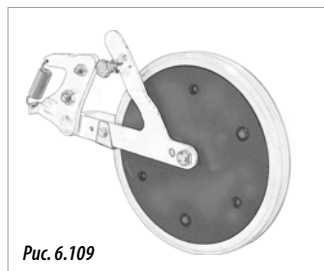

Рис. 6.109
- **ИЗ НЕРЖАВЕЮЩЕЙ СТАЛИ:** для неподготовленных или илистых почв (рис. 6.109).